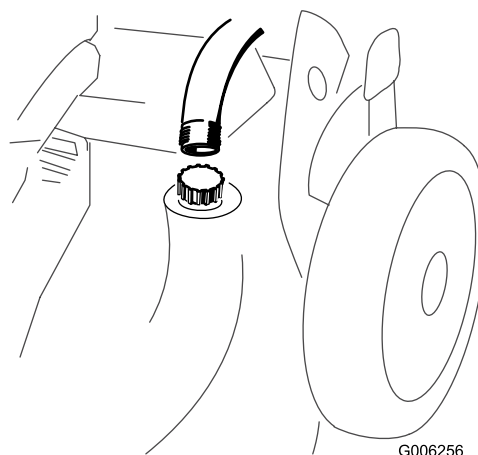

Figura 34
3. Collegate una canna da giardino al rubinetto dell'acqua ed al foro di lavaggio sulla scocca del tosaerba (Figura 34).